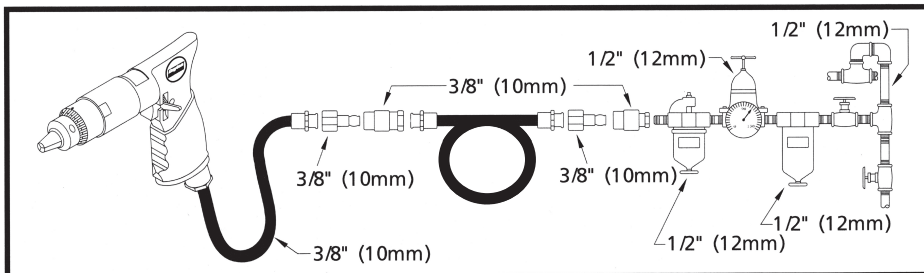

Figura 2 - Preparación de Tubería de Aire Recomendada
1. La herramienta requiere aire limpio y seco suministrado a una presión de 620 kPa bar. Cualquier presión superior puede reducir drásticamente la vida útil de la herramienta. Conecte la herramienta en la línea de aire usando el tubo y la manguera; encaje las piezas según los tamaños indicados en Figura 2.
consulte las Figura 2 instrucciones.